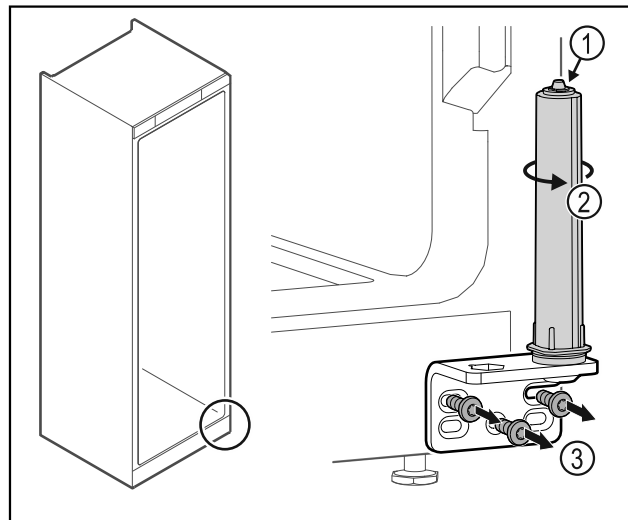

Fig. 34
- ▶ Ne razstavite sistema za zaklepanje vrat Fig. 34 (1).
- ▶ Obrcajte zaporni sistem Fig. 34 (2), dokler ne klikne.
- ▶ Odvijte kotnik tečaja vrat Fig. 34 (3).